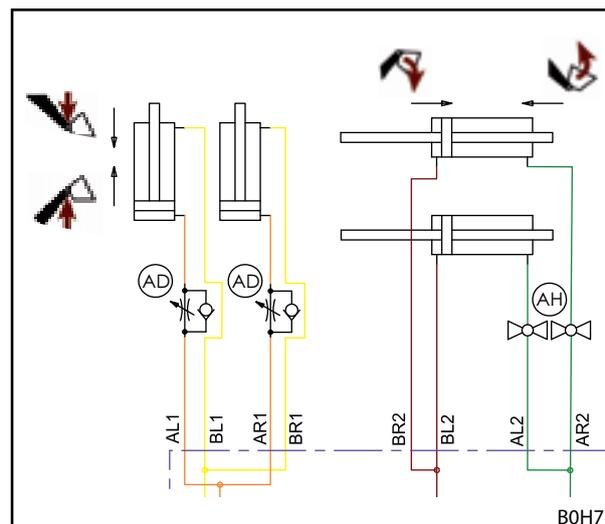

Fig. 158 Plano hidráulico do indutor de rebaixamento
**i** Fig. 158 mostra uma secção do plano hidráulico para os indutores de rebaixamento opcionais e as válvulas de fecho nos cilindros das ferramentas. Consoante o carregador frontal, o resto do diagrama hidráulico corresponde à apresentação em 11.4.1 Esquema hidráulico FS e 11.4.2 Esquema hidráulico FZ e FZ-L.